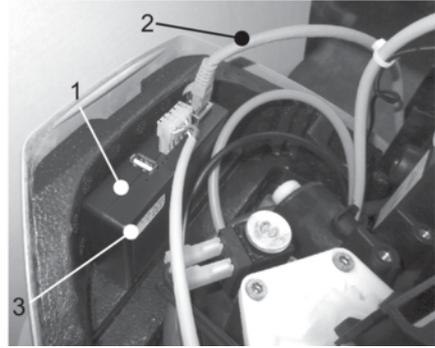

Abb. 11: Connectivity-Modul
3. LAN-Kabel in die LAN-Steckdose des Connectivity-Moduls einstecken (siehe Abbildung 11).
- den QR-Code auf dem Aufkleber des Connectivity-Moduls mit Hilfe der JU-Control App abschnappen (siehe Abbildung 11)
- die MAC-Adresse auf dem Aufkleber des Connectivity-Moduls verwenden (siehe Abbildung 11).